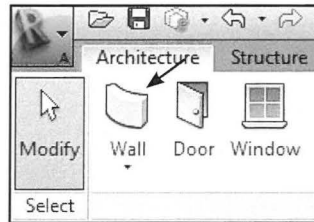

Fig. 17.02. *Curtain Walls* ligger under *Walls*, selvom de kan anvendes som vinduer, går de under væg-kategorien.
- Vælg *Architecture - Wall* (Fig. 17.02)